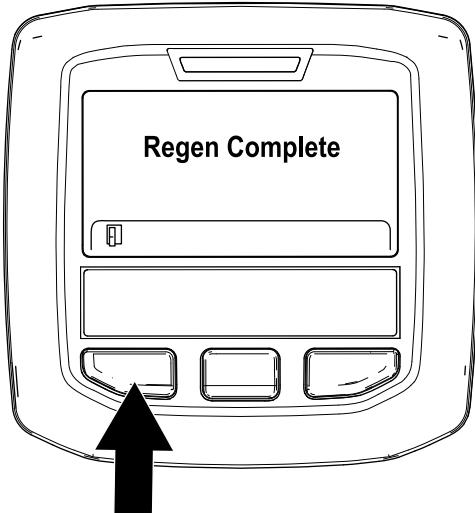

図 58
9. 駐車再生が終了すると、インフォセンターに Regen Complete と表示される。左ボタンを押してホーム画面に戻る図 58。